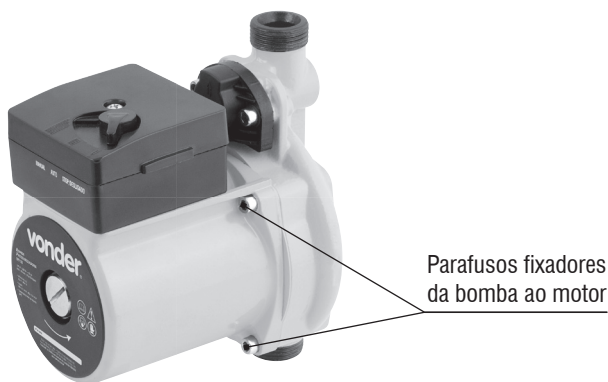

Fig. 9 – Retirando os parafusos que fixam a bomba
- a) Após o fechamento dos registros na entrada e na saída da bomba, retire os parafusos que fixam a bomba ao motor (fig. 9)